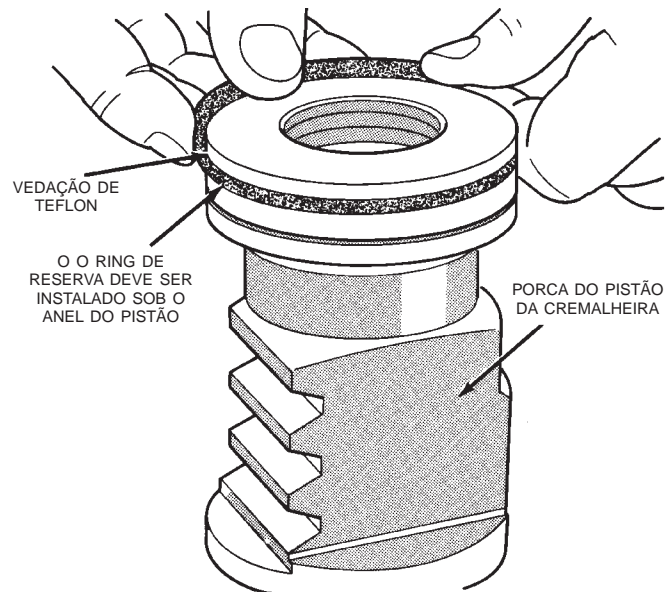

Fig. 20 Anel de Teflon do Pistão da Cremalheira e O ring
(11) Remova o anel de teflon e o O ring do pistão da cremalheira. (Fig. 20).